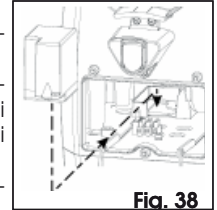

Fig. 38
2. Posizionare il kit batterie a sinistra del trasformatore, vedi Fig. 38.